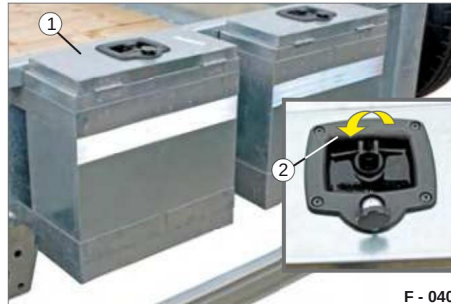

Fig. 64 Cassette degli attrezzi fissata
- ÿ Ruotare il dispositivo di bloccaggio (Fig. 64/2) di 90.
- ÿ Se necessario, bloccare il coperchio (Fig. 64/1) con la chiave sul cilindro della serratura.